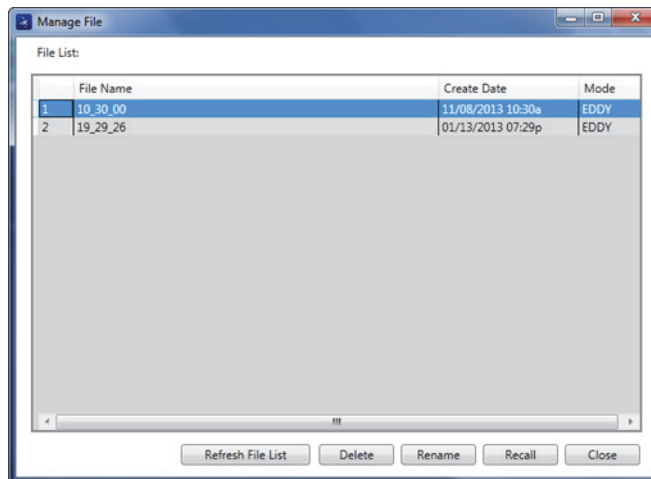
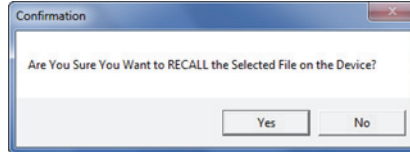

Abbildung 6-22 Dialogfeld Manage Files
Abbildung 6-25 Meldung zur Bestätigung des Dateiaufrufs
Das Dialogfeld **Manage File** wird eingeblendet (siehe Abbildung 6-22 auf Seite 349).
1. Wählen Sie im Dialogfeld **Manage File** die umzubenennende Datei aus und klicken Sie dann auf **Rename** (siehe Abbildung 6-22 auf Seite 349).
1. Wählen Sie im Dialogfeld **Manage File** die aufzurufende Datei aus und klicken Sie dann auf **Recall** (siehe Abbildung 6-22 auf Seite 349). Das Dialogfeld **Confirmation** wird eingeblendet, in dem bestätigt werden muss, ob die Datei aufgerufen werden soll (siehe Abbildung 6-25 auf Seite 351).
- ◆ Klicken Sie im Dialogfeld **Manage File** auf **Refresh File List** (siehe Abbildung 6-22 auf Seite 349).